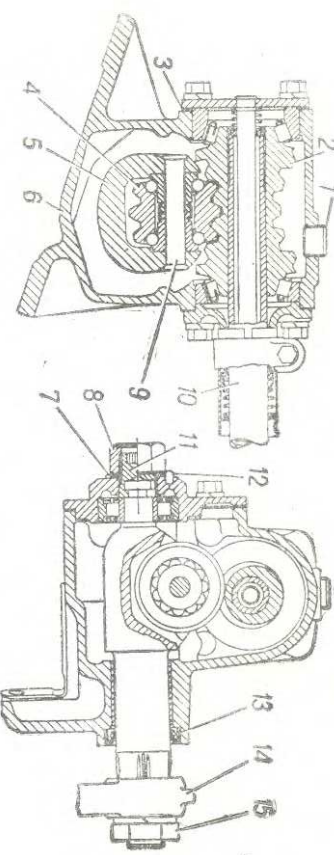

Рис. 62. Рулевой механизм:
- Вращать ключом регулировочный винт 11 (рис. 62) по часовой стрелке до устранения люфта.